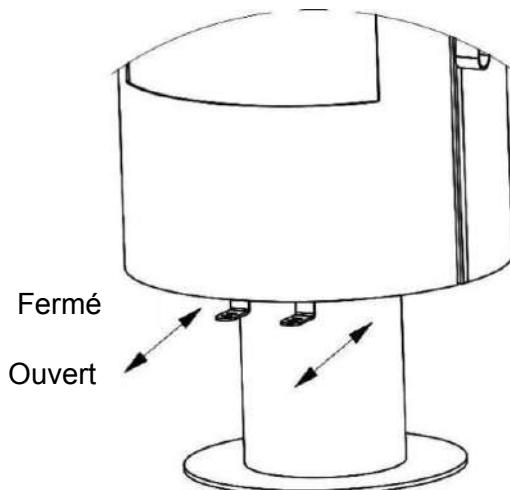

Figure 8
- 3) Une fois que le bois est complètement enflammé, au bout d'environ 2 minutes, réglez l'air en fonction du besoin comme indiqué dans la Figure 8 :